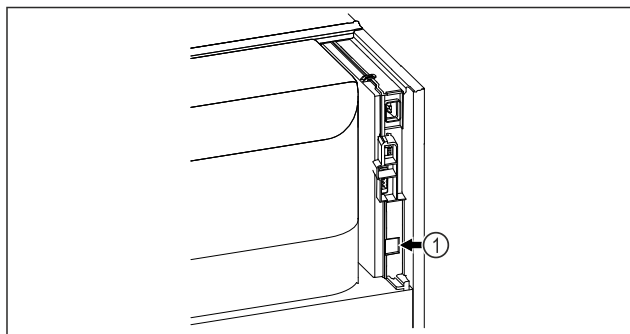

Fig. 171
- ☐ SmartModule Fig. 171 (1) ist eingesetzt.